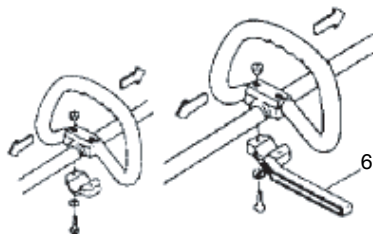

Fig. 3
Utilisez toujours une barre de protection (6) et un harnais de sécurité avec la poignée lors de l'utilisation de lames en acier/rigides montées sur un coupe-herbes ou une débroussailluse à arbre droit. (Fig. 3)